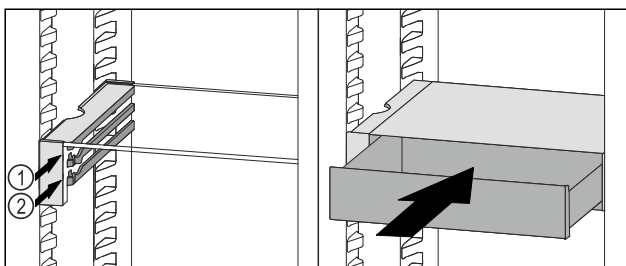

Fig. 61
- Așezați sertarul VarioSafe în spatele opritoarelor pe nervura dorită *Fig. 61 (1)* sau *Fig. 61 (2)*.